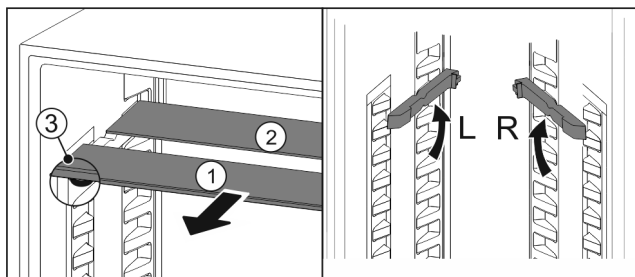

Fig. 100
- Retire las planchas de cristal individualmente hacia delante Fig. 100 (1).
- ▷ La placa de vidrio Fig. 100 (1) con moldura está situada delante.
- ▷ Los topes Fig. 100 (3) miran hacia abajo.